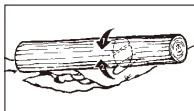

Fig. 13C
3. Stock med stöd i båda ändar: Skär först 1/3 av stockens diameter från ovan för att undvika flisning. Skär sedan underifrån för att möta det första skäret och undvika klämning (Fig. 13C).